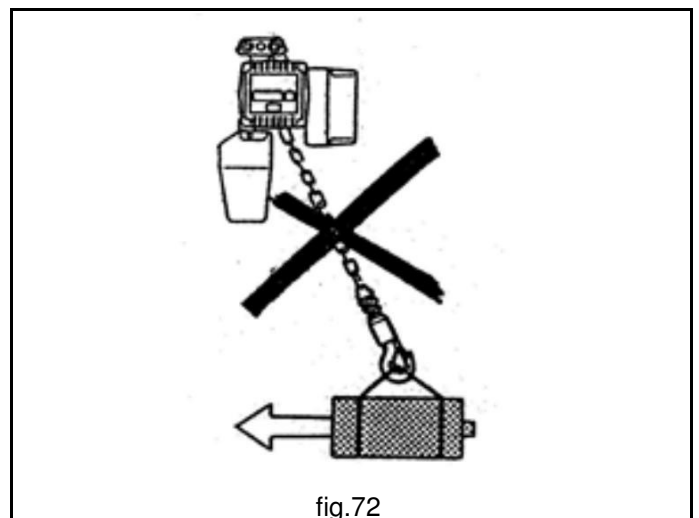

fig.72
- NUNCA** remolque o arrastre masas con el polipasto (fig.72)